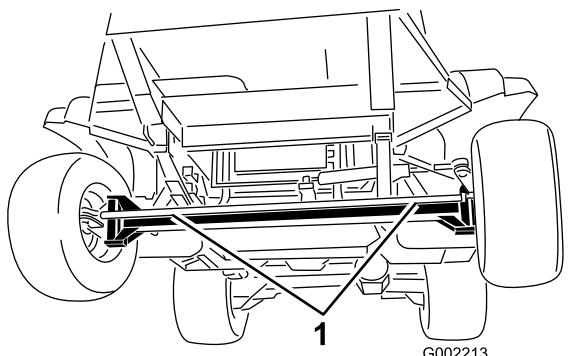
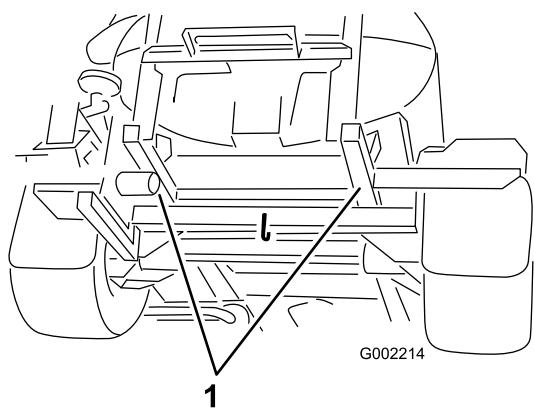

図 49
図 50
- 牽引ロープを取り付ける車両前後のロープ掛けポイントについては図 49と図 50を参照。